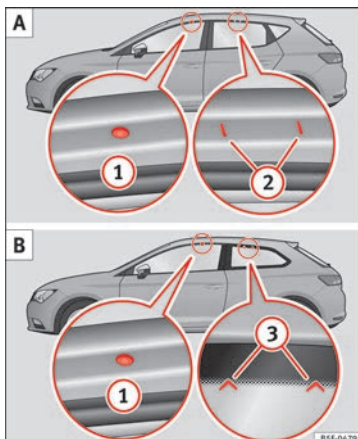

Fig. 138 Leon/Leon SC: puntos de fijación de las barras longitudinales para el portaequipajes del techo.
Los puntos de fijación delanteros y traseros ① y ② sólo pueden verse con las puertas abiertas » **fig. 138 A.**
Los puntos de fijación delanteros ❶ sólo pueden verse con las puertas abiertas. Los puntos de fijación traseros ❸ están marcados en el borde superior del cristal lateral con puntas de flecha » fig. 138 B.